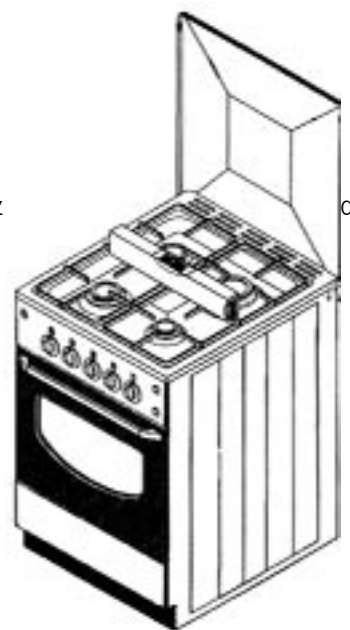

fig. 5
5. Nous vous conseillons de vérifier le niveau lorsque la cuisinière est en place dans son emplacement définitif. Comme il vous sera difficile de régler les pieds dans cette position, retirez cuisinière de son emplacement et remettez-la en place un fois le réglage terminé. Répétez cette procédure aussi souvent que nécessaire (fig 5).